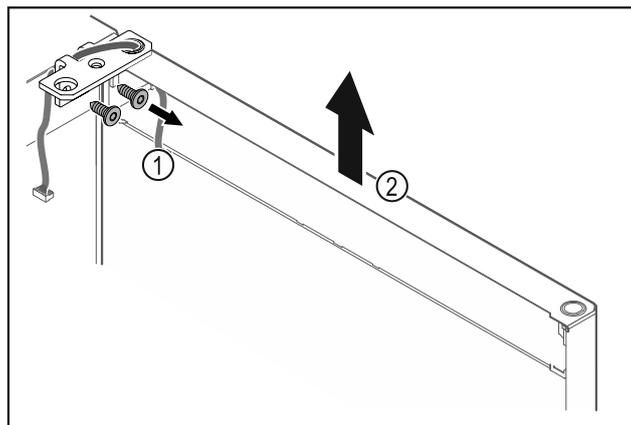

Fig. 25
- ▶ Atsukite šarnyrinį kampuotį Fig. 25 (1).
- ▶ Duris, įsk. šarnyrinį kampuotį Fig. 25 (2), pakelkite maždaug 200 mm tiesiai į viršų ir nuimkite.